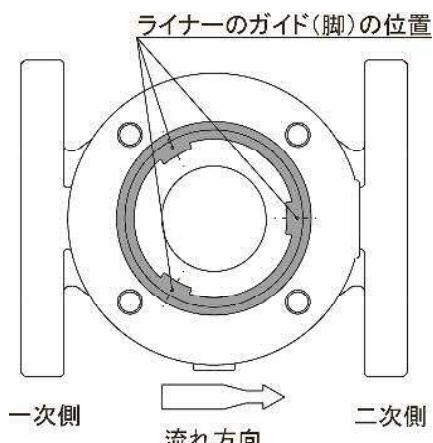

図13
- ・ピストンを引き抜いた際に、ライナーも一緒に抜けた場合は、ライナーの向きに注意し、ライナーにある3本のガイド(脚)の位置が、下図13のようになるよう組み込んでください。